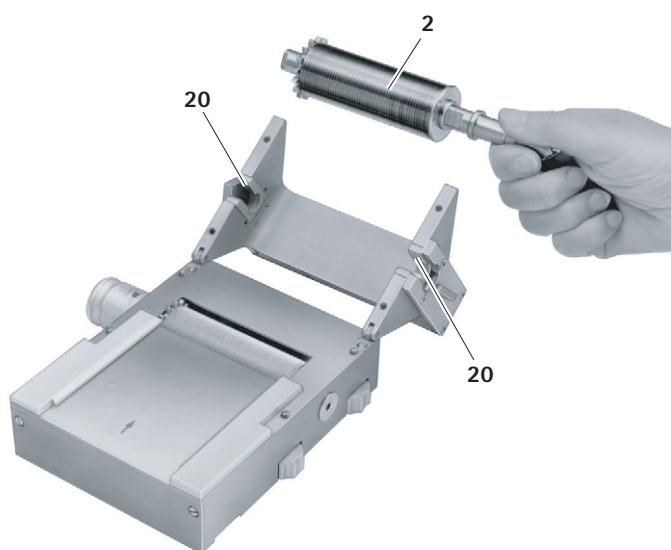

Abb. 4
- Schneidwalze 2 drehen, dabei aus den Lagerstellen 20 herausziehen, siehe Abb. 4.
- Schneidwalze 2 in die zwei Lagerstellen 20 einlegen, siehe Abb. 4.